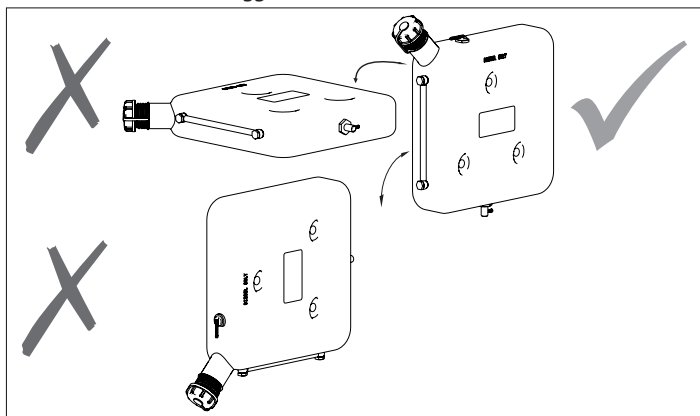

Fig. 2 Posizione di montaggio ammessa
- La posizione di montaggio ammessa è verticale (v. Fig. 2).